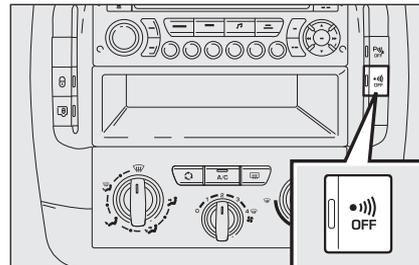

рис. 7/а
- В течение 10 секунд нажать на кнопку **рис. 7а**, удерживая ее нажатой, пока контрольная лампа охранной сигнализации не будет гореть постоянно.